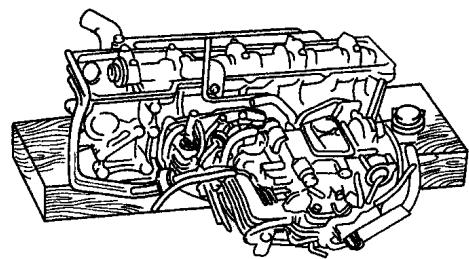

图 1-14 将缸盖放在台架木块上
3) 从气缸体的接合面抬起气缸盖，将缸盖放在台架上的木块上，如图 1-14 所示。